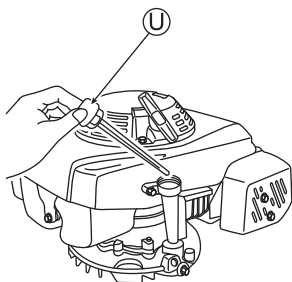

Fig. 8
- 1 Enlevez le bouchon du réservoir à huile (U), sortez l'indicateur de niveau d'huile, et insérez-le sans le visser. (Voir Fig. 8)
- 2 Enlevez le bouchon du réservoir à huile (U), et vérifiez que le niveau d'huile se trouve bien entre les limites supérieure et inférieure de l'indicateur de niveau d'huile.
- 4 Refermez bien le bouchon du réservoir à huile (U) après vérification.